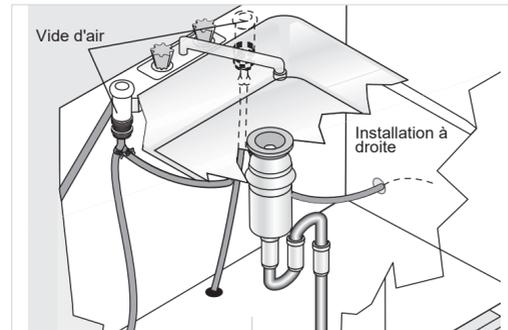

Figure 6
- Si vous vous raccordez à un siphon d'évier, les normes locales peuvent vous obliger à installer un aérateur (non inclus). Le tuyau de vidange sera acheminé du lave-vaisselle à l'entrée de l'aérateur, comme indiqué à la Figure 6. Un nécessaire d'aérateur est disponible dans un magasin de fournitures de plomberie.